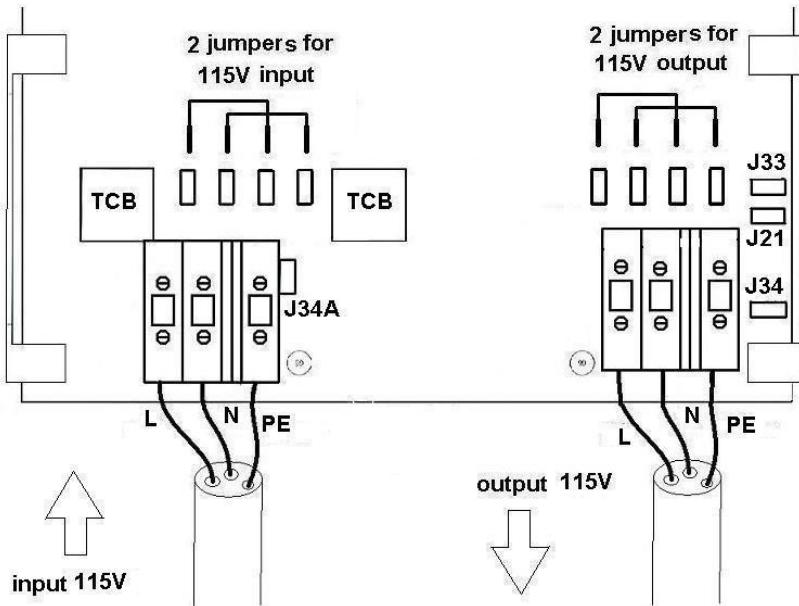

Abb. 3: Brückenschaltung bei 115/20 V Eingang/Ausgang
2.2.2 Bei 115/120 V Eingang/Ausgang, setzen Sie Brücken entsprechend Abb. 3.